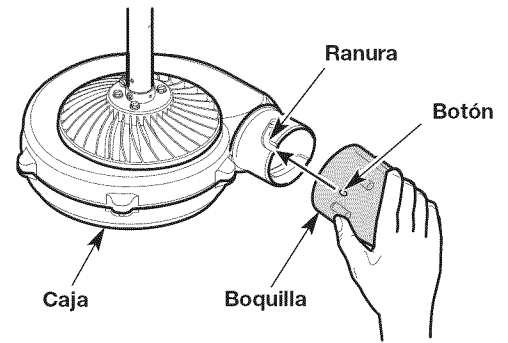

Fig. 1
1. Alinee el botón en el interior de la boquilla con la ranura en la caja (Fig. 1).